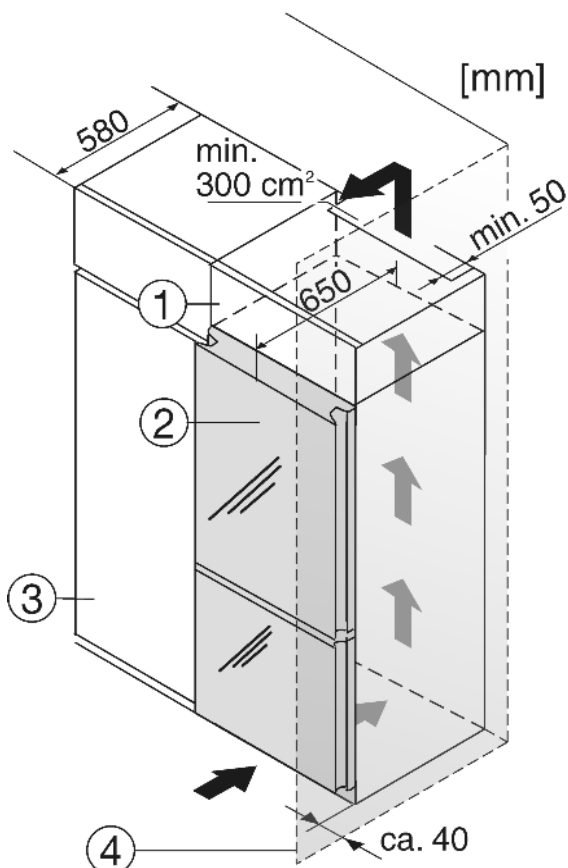

Fig. 17
- (1) Дополнительный шкафчик
- (2) Устройство
- (3) Кухонный шкаф
- (4) Стенка
Устройство может быть окружено предметами кухонной обстановки. Чтобы уравнять устройство Fig. 17 (2) по высоте с кухонной стенкой, можно установить над устройством соответствующий дополнительный шкафчик Fig. 17 (1).
При комбинировании с обычными кухонными шкафами (глубина макс. 580 мм) устройство можно установить непосредственно рядом с кухонным шкафом Fig. 17 (3). Дверь устройства выступает на 70 мм относительно передней стенки кухонного шкафа. Поэтому ее можно свободно открывать и закрывать.
Если устройство установлено на шарнирах у стены Fig. 17 (4), то расстояние между устройством и стеной должно быть не менее 40 мм.